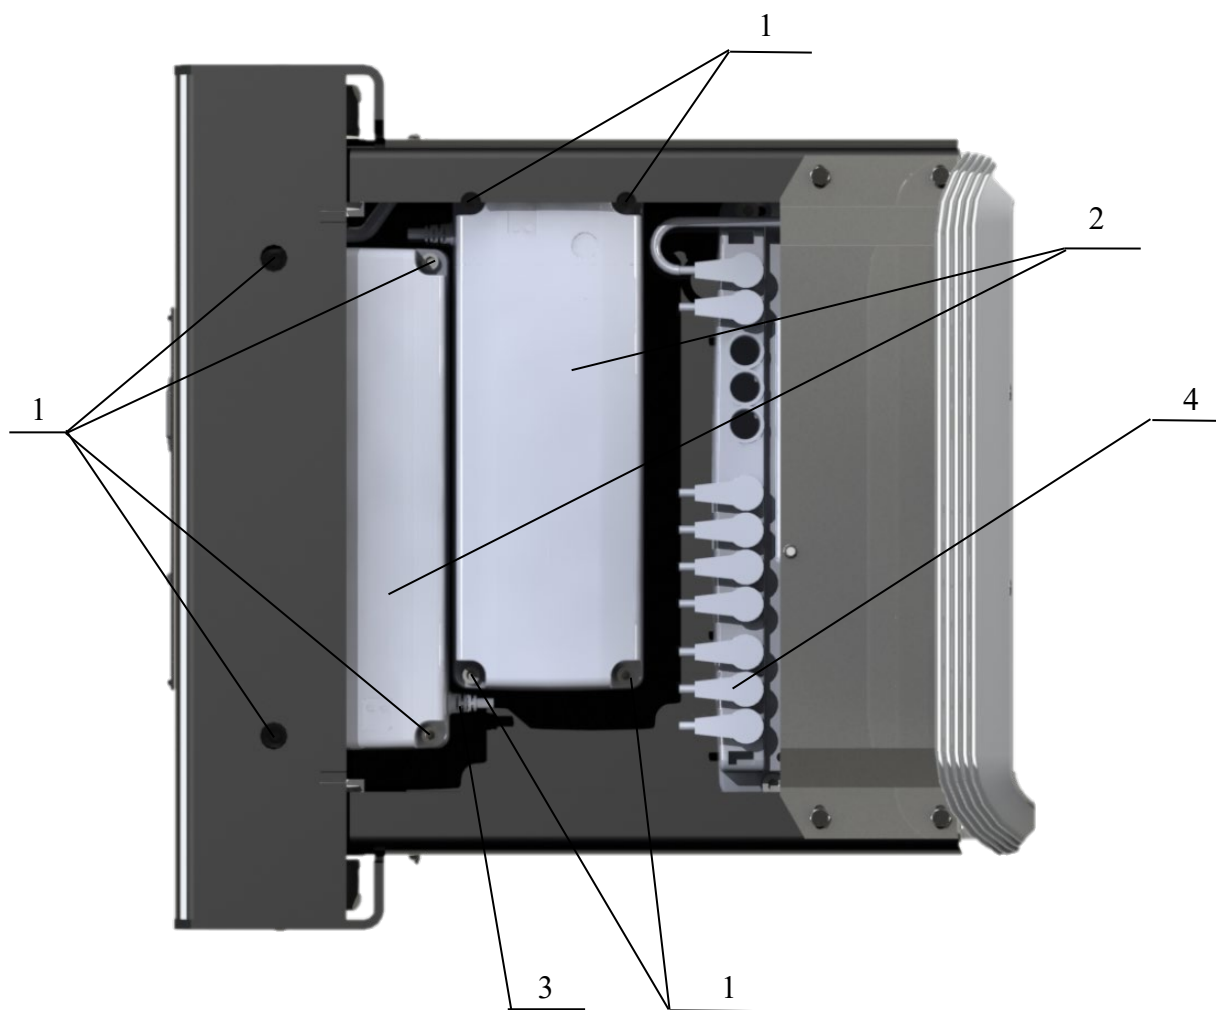

Рисунок 18. Замена аккумуляторных батарей.
- открутите винты 1 (8 шт.) и снимите аккумуляторы 2 (Рисунок 18);